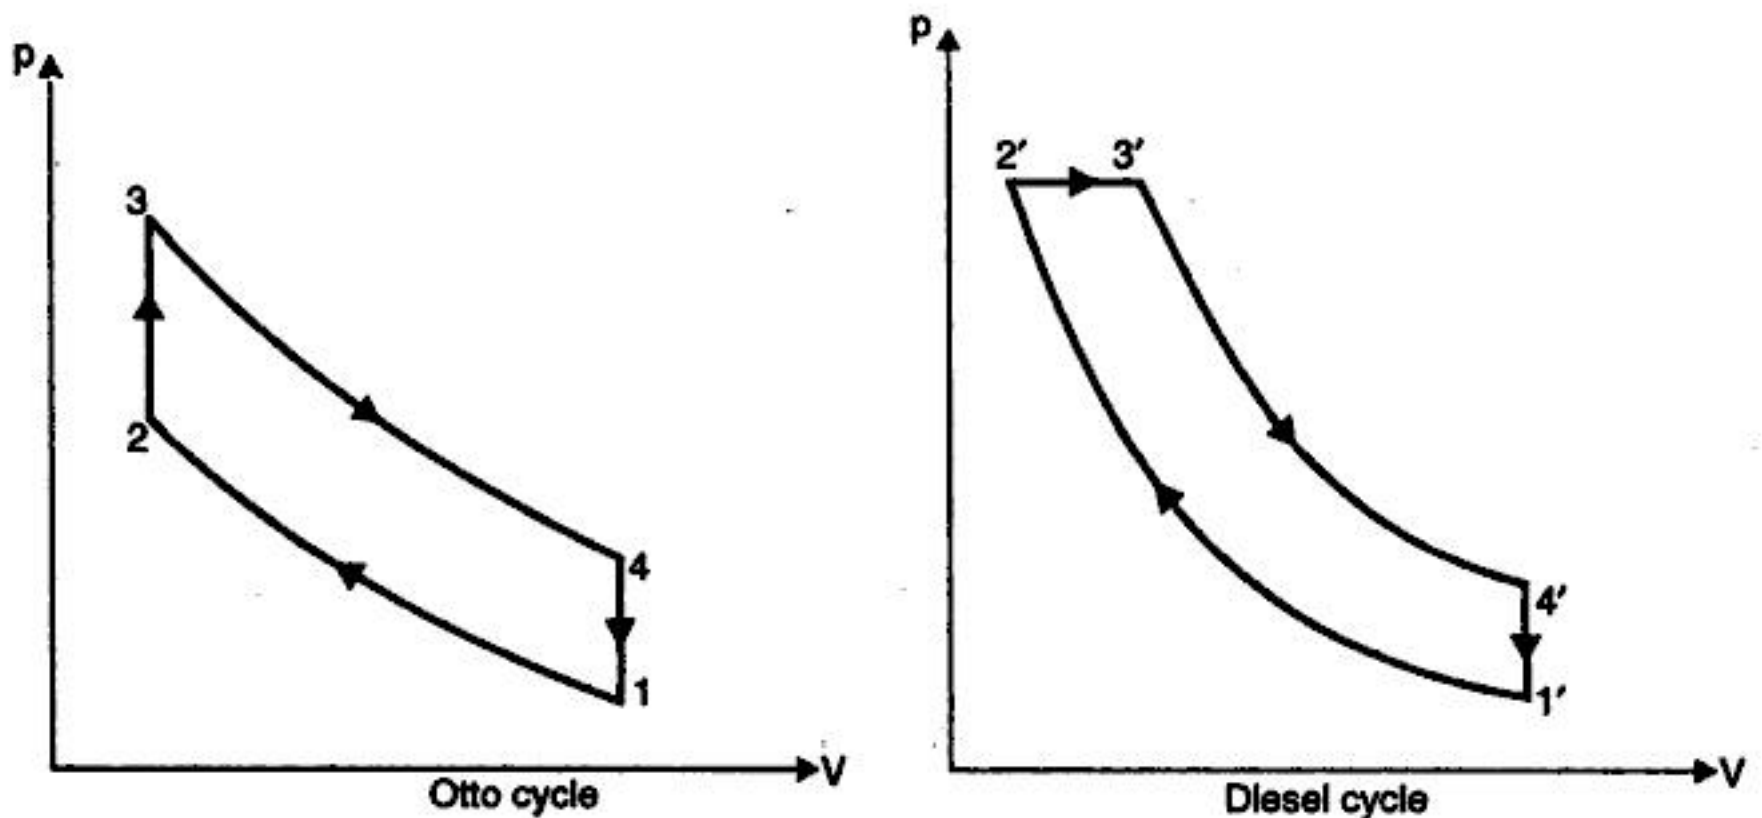

Fig. 3.14
**Solution.** Refer Fig. 3.14.